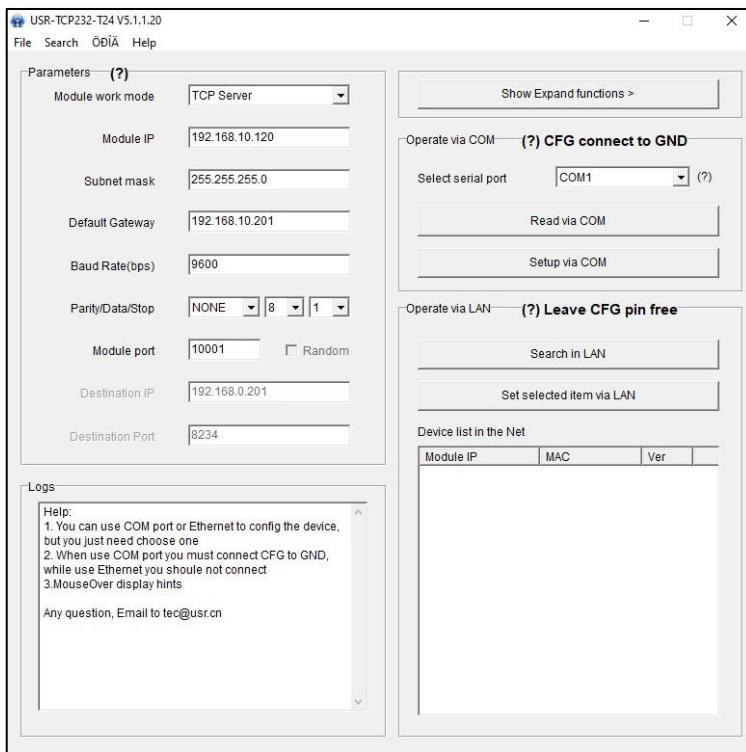

图 6-3 运行 USR-TCP 程序
3. 如图6-3所示，单击“Search in LAN”按钮，并确保默认设置匹配。